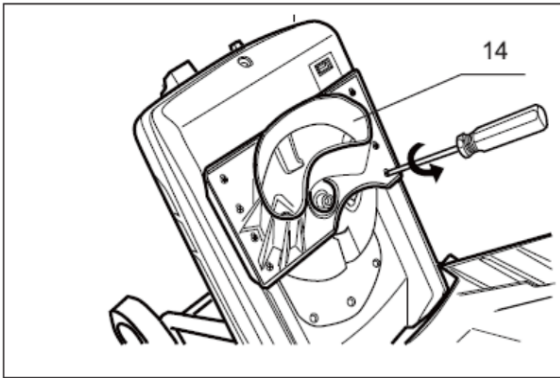

Fig. 8
3. Desinstale el bloque de protección de la cuchilla (14) (Fig.8)